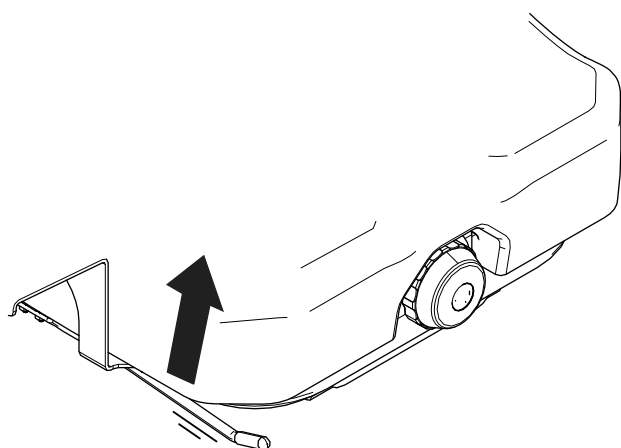

図 6
- **モデル 31981 と 31982:** ロックレバーを上にして運転席のロックを解除し **図 6**、運転席を希望の位置にスライドさせ、その位置でレバーから手を離すと運転席が固定されます。